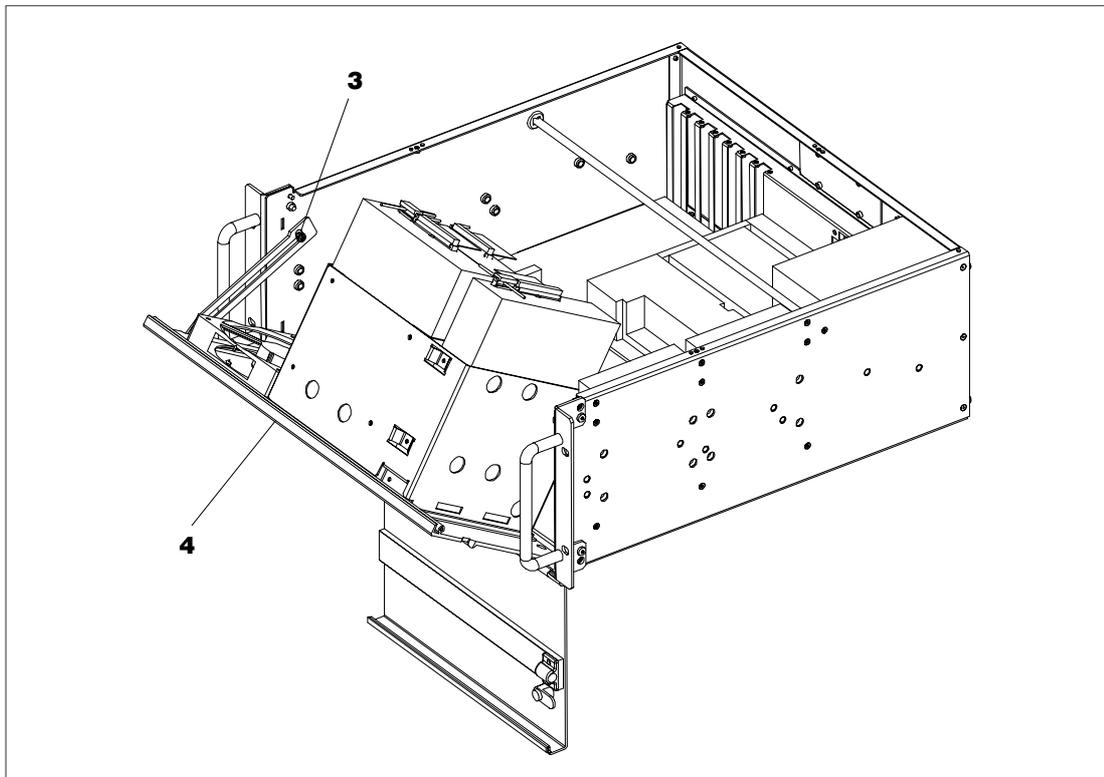

Figura 4-3 Abatir el frontal
4. Abata el frontal del equipo hasta el tope, de manera que encajen las guías (3) (véase figura 4-3).